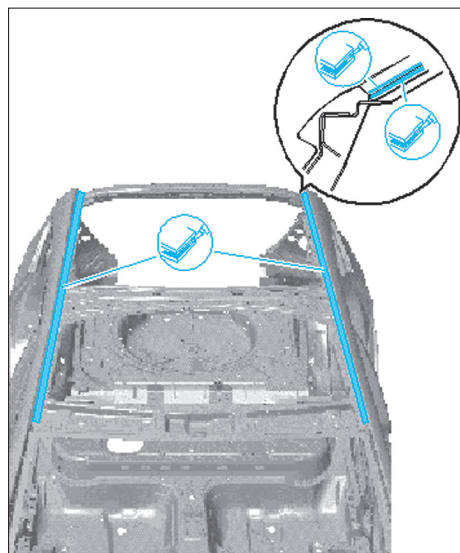

FIG. 50
- Appliquer de la colle sur la couronne du pavillon (Fig.50)